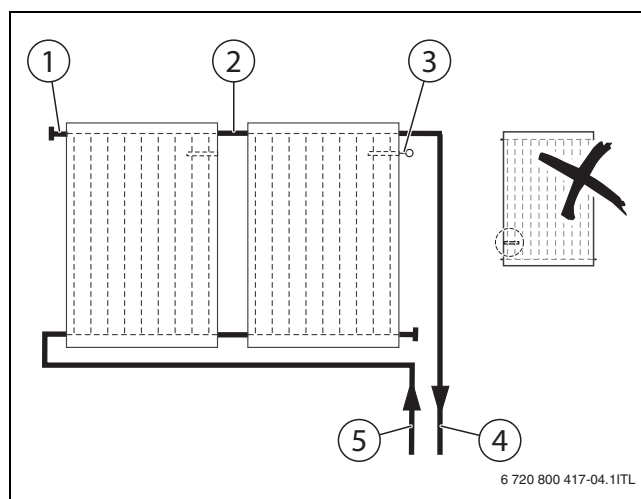

Fig. 13
- ▶ Raccorder le champ de capteurs de manière réciproque ($\rightarrow$ fig. 13).
- ▶ Prévoir la pose du câble de sonde de manière à ce que la sonde capteur (fig. 13 [3]) puisse être montée sur le capteur avec le départ raccordé [4].